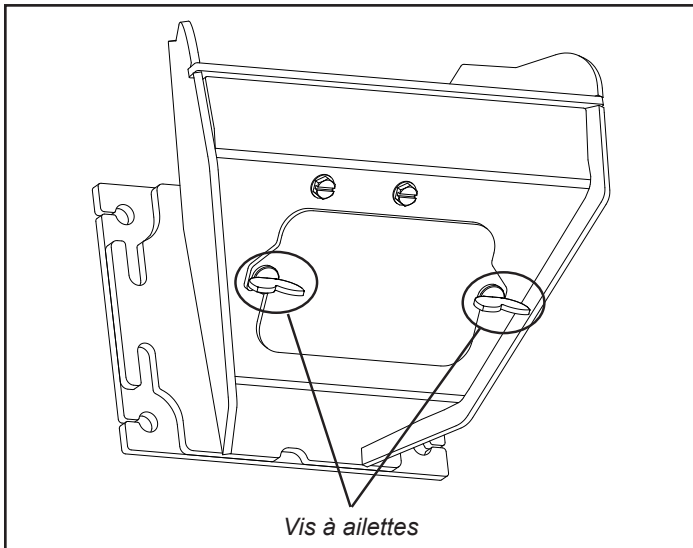

Figure 5.2
- Desserrez les 2 vis à ailettes sur l'angle avant inférieur du pot de combustion (figure 5.2).